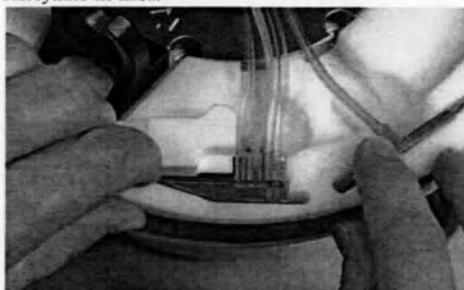

Рисунок 6-4: Установка канала в паз (показан комплект для обмена)
- 8 Заправьте канал в паз профиля, начав с коннектора и закончив портом забора (рис. 6-4). Проведите пальцем по пазу, чтобы заправить те участки канала, которые остались не полностью заправленными в паз. Канал не должен выступать из паза.